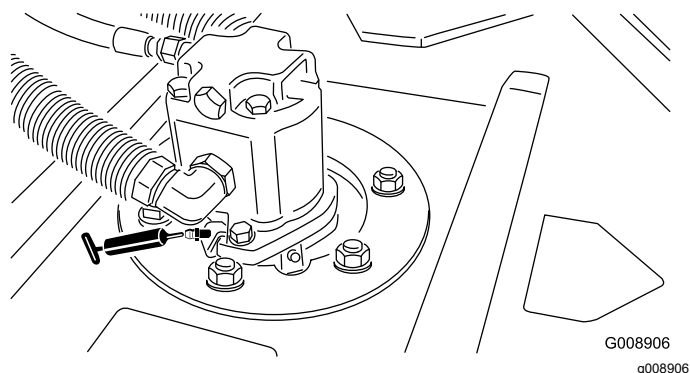

Figura 44
- 2 (por unidad de corte) cojinetes de eje giratorio de unidad de corte (Figura 44)